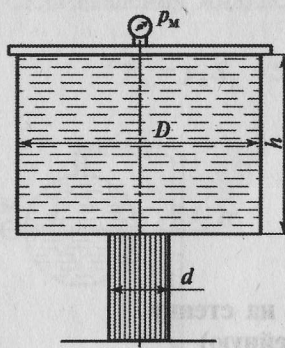

Рис. 3.1
**Задача 3.1.** Рассчитать манометрическое давление  $p_m$  и силу давления, действующую на верхнюю крышку сосуда, полностью заполненного водой (рис. 3.1), если вес сосуда  $G = 5 \cdot 10^4$  Н; диаметр сосуда  $D = 0,4$  м;  $S_2$  — площадь сечения верхней крышки; диаметр поршня, действующего на жидкость,  $d = 0,2$  м; площадь сечения поршня  $S_1 = \frac{3,14d^2}{4}$ .